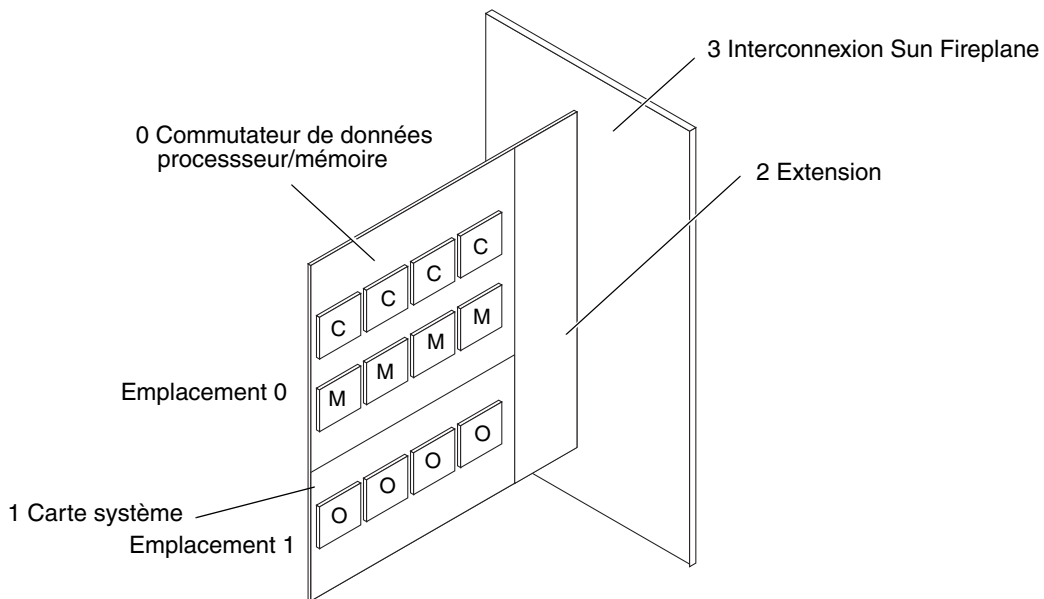

FIGURE 4-2 Niveaux d'interconnexion des transferts de données des systèmes Sun Fire 15K/12K
L'interconnexion des systèmes Sun Fire 15K/12K s'effectue sur plusieurs couches physiques (FIGURE 4-2). Sur un serveur de grande taille, il est impossible de connecter toutes les unités fonctionnelles (processeur/unités de mémoire, contrôleurs d'E/S) les unes aux autres. L'interconnexion système d'un serveur est mise en place par l'intermédiaire de niveaux hiérarchiques : les processeurs sont connectés aux cartes, elles-mêmes connectées au Sun Fireplane Interconnect. Pour les composants situés sur une même carte, le temps d'attente est peu élevé et la largeur de bande élevée. Ceci s'explique par le fait qu'il existe davantage de connexions entre ces composants qu'avec les composants hors carte.
- L'interconnexion du transfert de données est constituée d'une hiérarchie à quatre niveaux de commutateurs à barres croisées, comme l'indique la FIGURE 4-2 :